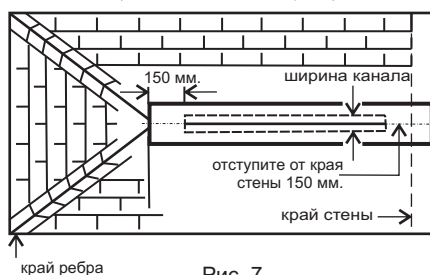
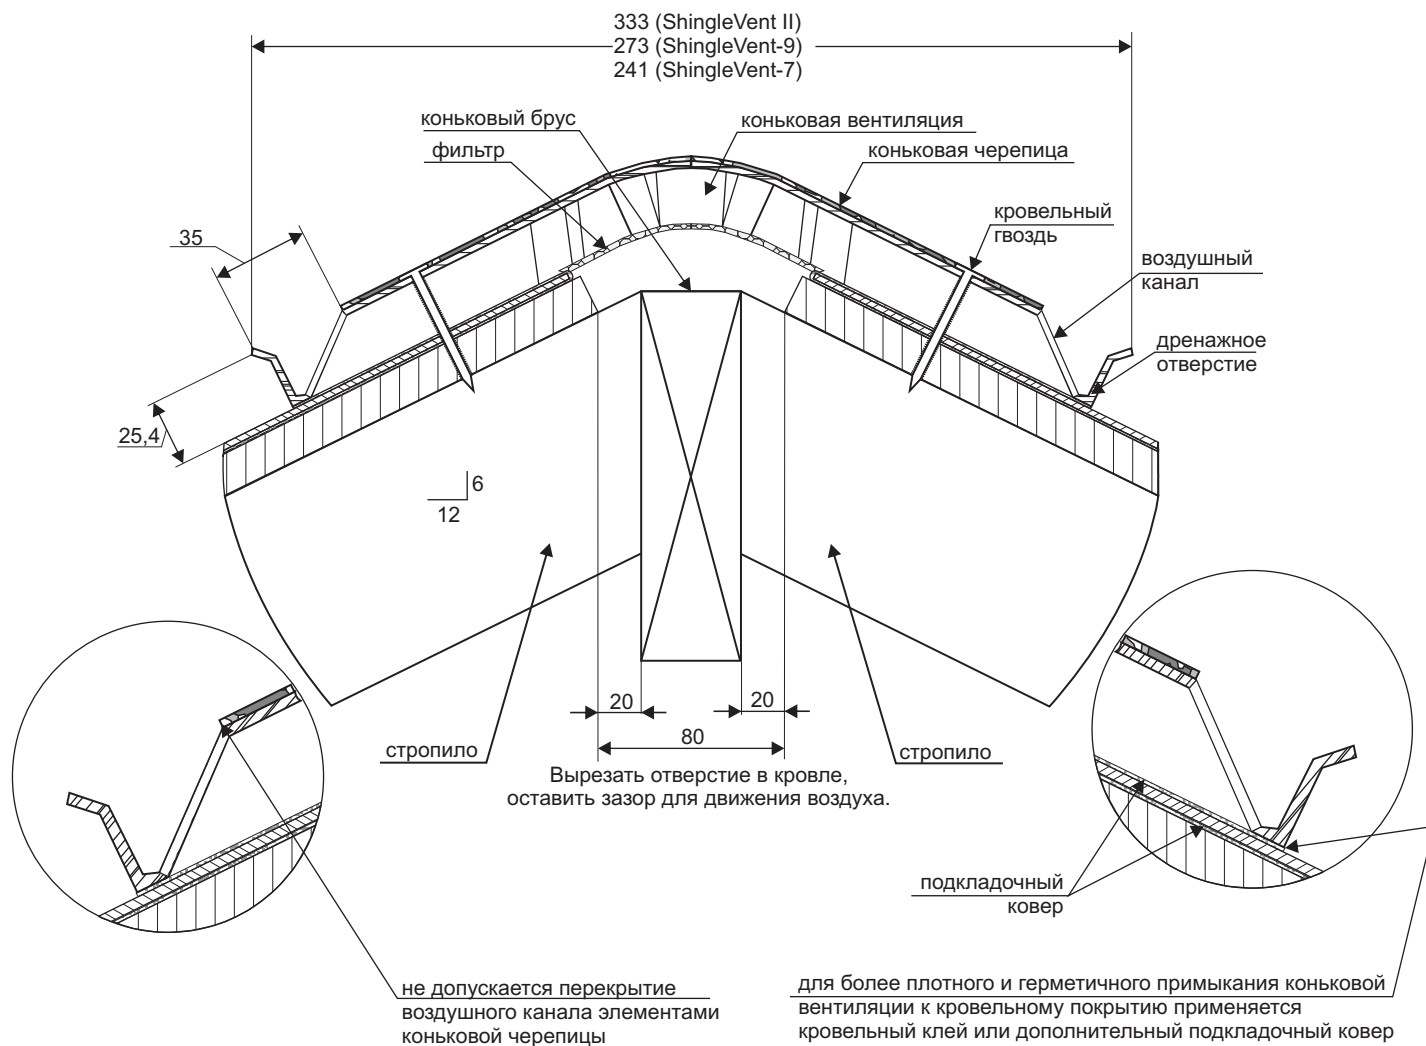

Рис. 7
Рис. 10 Крыша из стропильных ферм с коньковым брусом
7. Подготовьте кровлю к монтажу ShingleVent II: удалите существующие элементы кровельного покрытия (коньковую черепицу) с конька/ребра крыши Рис.1; произведите разметку вентиляционного канала (для этого, в качестве шаблона, используйте специальные продольные метки на ShingleVent II); посредством разметочного шнура и карандаша (мела) очертите контур вентиляционного канала (так, как это показано на Рис.7, 8, 9); установите глубину надпила дисковой пилы, так, чтобы избежать повреждения стропил и ферм крыши (следуйте рисункам приведенным ниже); аккуратно, по разметочной линии, не повреждая структуру кровельного пирога и не изменяя несущей способности крыши, выпилите отверстие (произведя вертикальный срез, если это возможно) в сплошном основании крыши Рис.2; удалите лишние фрагменты сплошного основания, очистите вентиляционный канал от мусора (опилок и других инородных предметов); используя подкладочный ковер (на основе стеклоткани) или битумную мастику (кровельный клей), добейтесь ровной однородной поверхности по линии примыкания нижней кромки ShingleVent II к кровельному покрытию.
*Помните, что коньковая вентиляция ShingleVent II должна плотно и герметично примыкать к кровельному покрытию. Особое внимание следует обратить на кровельные покрытия с неоднородным рельефом, гонты которых имеют многослойную структуру Рис. 10.\**
Оставляйте всегда открытыми дренажные отверстия, находящиеся в нижней части ShingleVent II (Рис. 10).
Удалите коньковую черепицу (см. п.7 настоящей инструкции). Используя разметочный шнур и карандаш (мел). Произведите разметку вентиляционного канала (см. Рис.7, 8, 9).
Выпилите отверстие в сплошном основании крыши. Избегайте повреждения стропил и ферм крыши (см. Рис. 7, 8, 9, 10). Освободите отверстие от мусора (см. п.7 настоящей инструкции).
Прибейте гвоздями коньковую черепицу по специальным разметочным линиям, Рис.10. Гвозди должны быть достаточно длинными, чтобы полностью проникать в основание крыши (см. п.10 настоящей инструкции).
Произведите разметку, для этого отступите от края стены (крыши) или места стыка коньков и ребер (для вальмовой крыши) 150 мм., см. Рис.7. Выпилите проем в сплошном основании крыши. Ширина пропила (канала) должна быть шире толщины коньковой балки не менее чем на 40 мм. (по 20 мм. с каждой стороны), см. Рис.10.